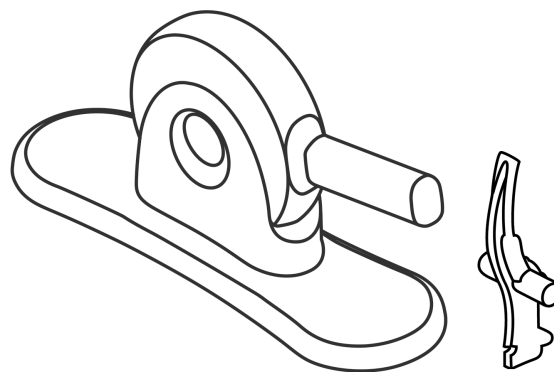

Figura 5: Dispositivo de ajuste y retén del dispositivo de ajuste de 2 piezas Edwards
• **Dispositivo de ajuste y retén del dispositivo de ajuste de Edwards (Figura 5)**